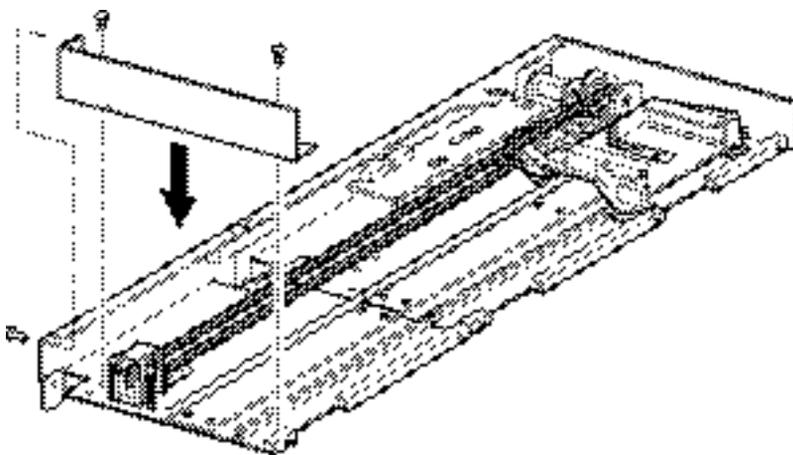

Figura 2-20. Installazione della piastra inferiore
11. Installare la piastra inferiore rimossa in precedenza dall'unità PTM di base utilizzando le viti di fissaggio rimosse precedentemente (vedere la Figura 2-20).